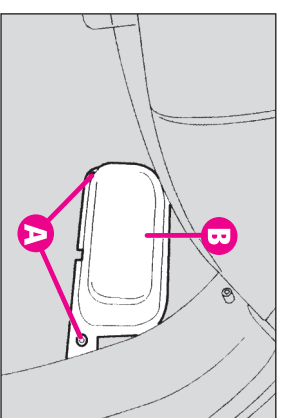

fig. 53
-deschideți capacul (B-fig.53), slăbind
șuruburile (A-fig.53).